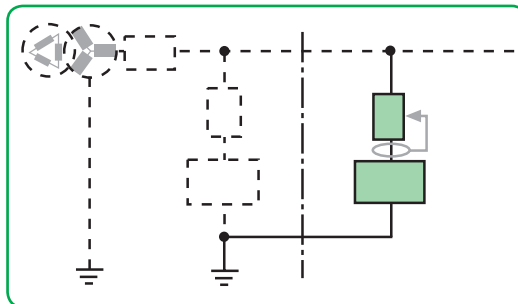

Fig. 5.6. Local con riesgo de incendios.
- **Prevención en los locales con riesgo de incendios.** Protecciones diferenciales de sensibilidad ≤ 300 mA. Ver fig. 5.6.